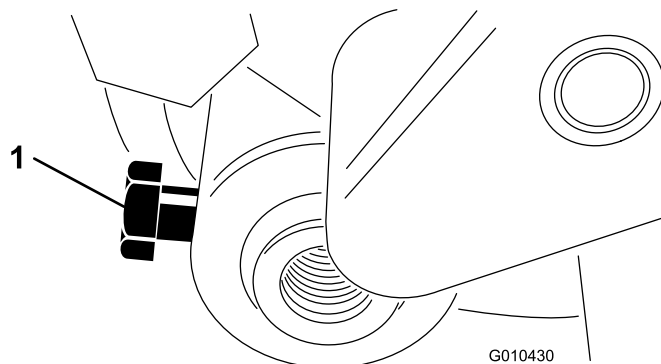

Figure 30
3. Desserrez le boulon qui fixe l'arbre du rouleau au bras de hauteur de coupe (Figure 30).